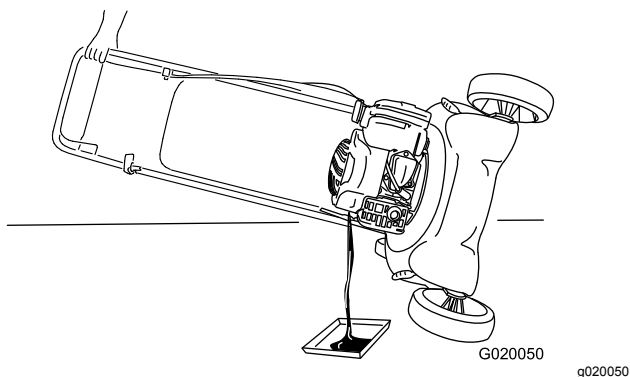

**Figura 21**
4. Inclinate la macchina sul fianco (di modo che il filtro dell'aria si trovi in alto) per scaricare l'olio usato attraverso il tubo di riempimento (Figura 21).